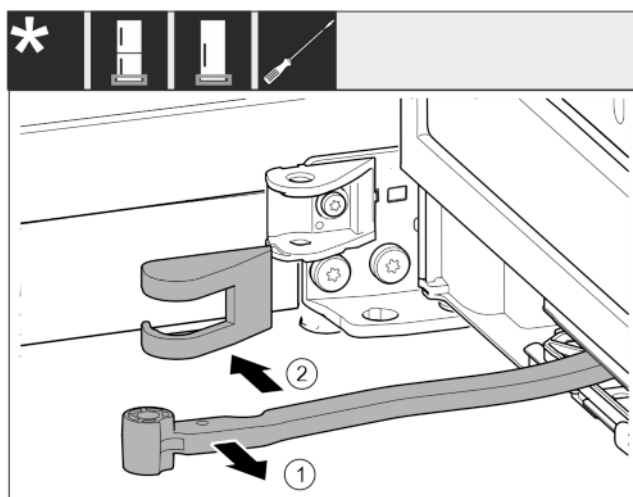

Fig. 13
- Gelenk in Richtung Tür drehen. Fig. 13 (1)
- Lagerbockabdeckung entfernen. Fig. 13 (2)